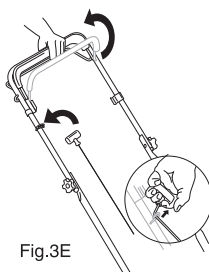

Fig.3E
- Presiona la barra de control del freno y tira lentamente de la manija de arranque del motor. Desliza la manija de arranque dentro del asa superior. (Fig. 3E)